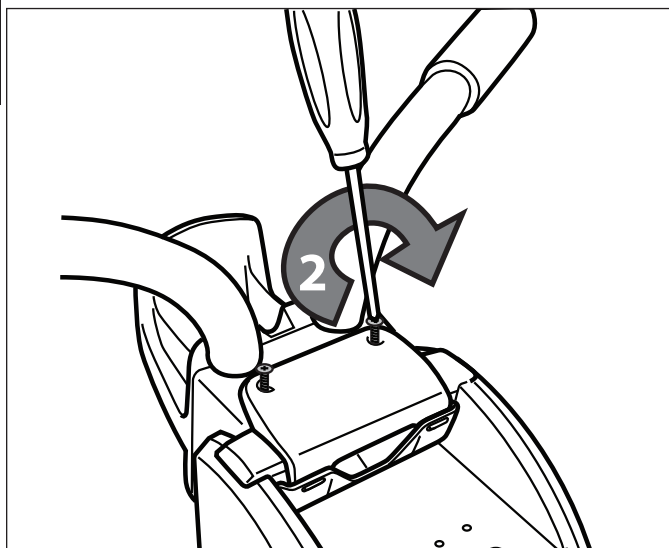

Figure 11. Bien fixer les plaques de verrouillage
3. Fixer la plaque de verrouillage avec des vis cruciformes. Ne pas trop serrer. Se référer à la figure 11.